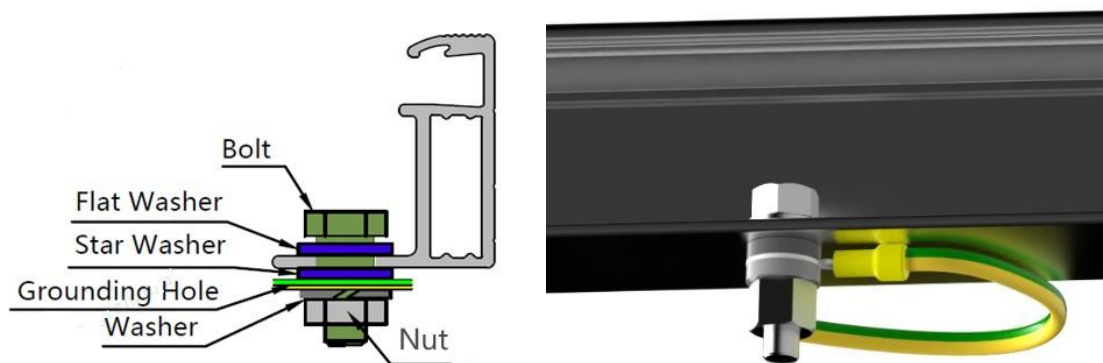

Figura 9. Orificiu de împământare cu șuruburi
- Pe latura lungă a cadrului din spate al modului, în zona marginii, se află orificii de împământare cu un diametru de 4 mm. Orificiul de împământare de pe cadru este marcat cu simbolul standard de împământare ($\perp$) conform standardului IEC 61730-1:2023. Aceste orificii pot fi utilizate exclusiv pentru împământare cu șuruburi, neputând fi folosite pentru instalarea modului. Această metodă include șurub, șabă plată, șabă de pornire, șabă și piuliță (vezi Figura 9). Șuruburile trebuie strânse la instalarea împământării. Cadrul modului nu trebuie perforat cu găuri suplimentare și nu trebuie să se producă daune cadrului modului sau firului de împământare.